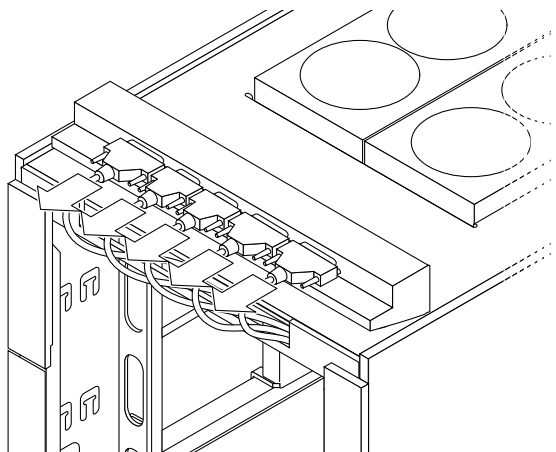

図 3-4 FrameManager のケーブルの場所
3. アセンブリから 5 本のケーブルを外します (図 3-4)。